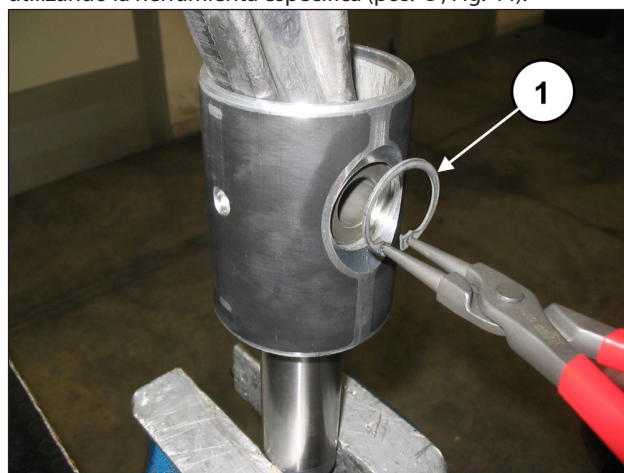

Fig. 44
Desmontar las 2 anillas seeger de bloqueo de la clavija utilizando la herramienta específica (pos. ①, Fig. 44).
Introducir la biela en la guía del pistón (pos. ①, Fig. 46) y, a continuación, introducir la clavija (pos. ①, Fig. 45). Aplicar las dos anillas seeger de tope con la herramienta específica (pos. ①, Fig. 44).